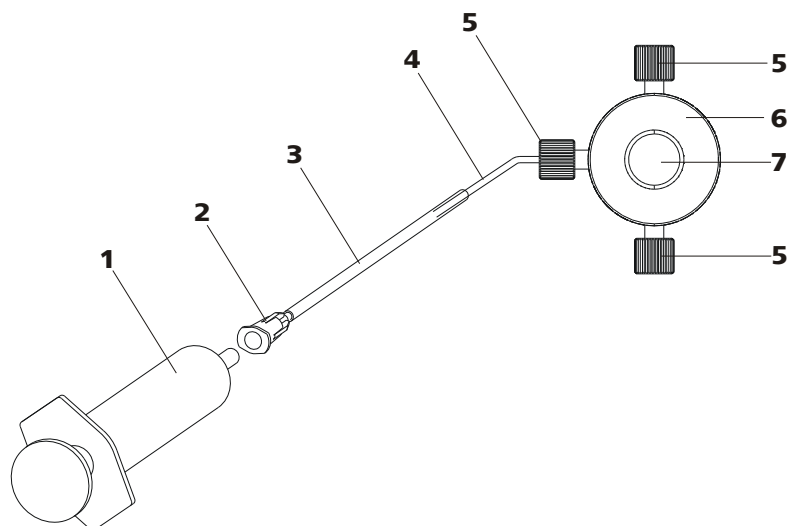

Figura 18 Eliminar o ar da bomba de alta pressão
Elimine o ar da bomba de alta pressão da seguinte forma (ver figura 18, página 34):
- Inserir a seringa (18-1) na conexão Luer (18-2) da agulha de purga (ver figura 18, página 34).